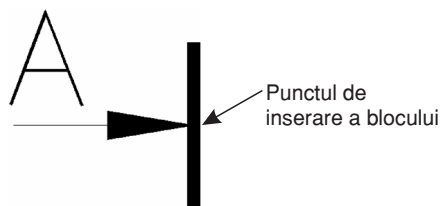

Fig. 6.133 Blocul **Traseu**
- Pentru indicarea traseului de secționare, va fi folosită tehnica definirii blocurilor. Pentru exemplificare, se va defini un bloc ce conține extremitatea traseului de secționare – vezi Fig. 6.133. În mod similar, se pot defini ca blocuri numele traseului de secționare de deasupra proiecției laterale și indicatorul desenului.